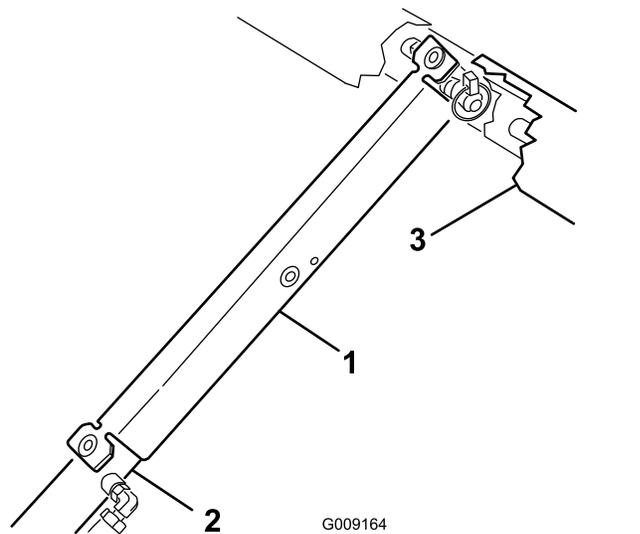

Рисунок 21
3. Поместите опору кузова на шток гидроцилиндра, проследив за тем, чтобы концевые лепестки опоры опирались на торец корпуса гидроцилиндра и торец штока гидроцилиндра (Рисунок 21).